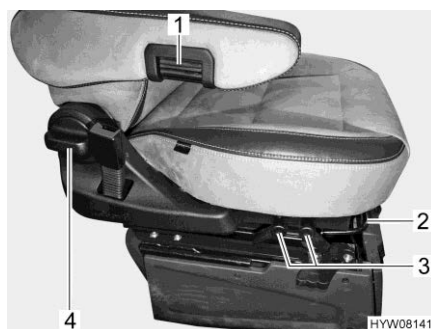

Fig. 22 Regolazione del sedile
- Tirare la staffa (Fig. 22,2) verso l'alto.
- Tirare la relativa leva (Fig. 22,3) verso l'alto.
- Ruotare la maniglia (Fig. 22,4).
- Per una regolazione precisa, ruotare la rotella zigrinata (Fig. 22,1). A seconda della direzione di rotazione il bracciolo si muove verso l'alto o verso il basso.